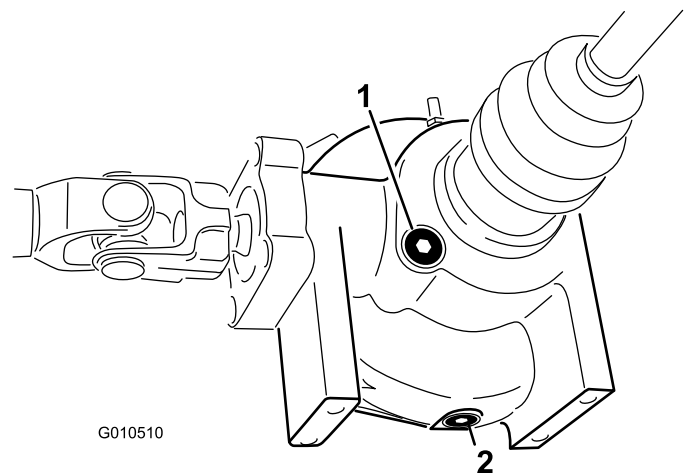

Figure 54
2. Nettoyez la surface autour du bouchon de vidange sur le côté du différentiel (Figure 54). Placez un bac de vidange sous le bouchon de vidange.